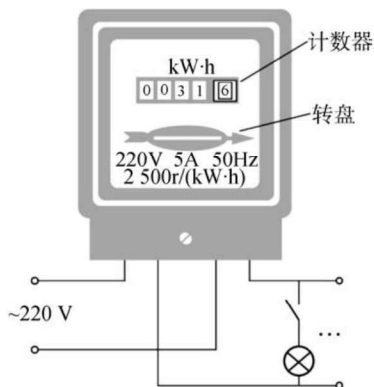

图 1-14 电度表及接线
(3) 电能的测量使用电能表 (俗称电度表), 如图 1-14 所示。